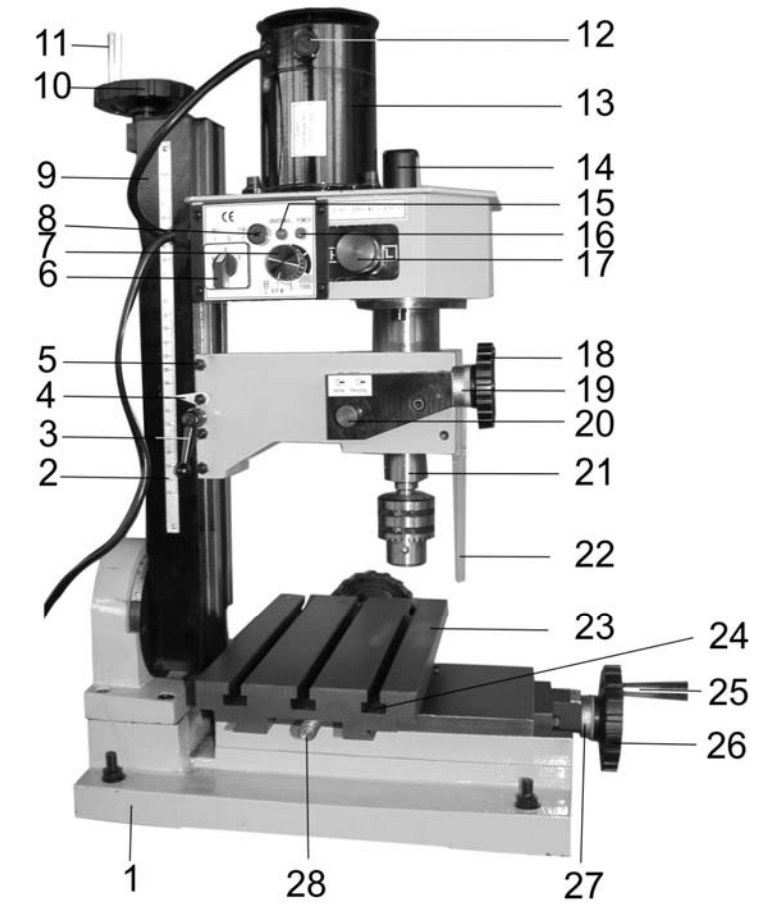

Рис.2
7.1. Станок состоит из следующих сборочных единиц и деталей (Рис.2, 3)
8.1. Сборка (Рис. 2, 3)
8.2.Монтаж (Рис. 2, 3)
9.2. Регулировка плавности хода вертикального перемещения шпиндельной бабки (Рис. 2)
9.3. Регулировка плавности хода поперечного перемещения рабочего стола (Рис. 2, 6)
10. ИНСТРУКЦИИ ПО ЭКСПЛУАТАЦИИ**10.1. Подготовка к работе (Рис. 2,3, 7)**
10.1.4. Установите и закрепите на рабочем столе (23) заготовку (при помощи зажимов, адаптеров или тисков), Рис.2.
10.1.7. Маховиком поперечного перемещения рабочего стола (26) отведите режущий инструмент от заготовки, Рис.2.
10.2. Включение, выключение (Рис. 2)